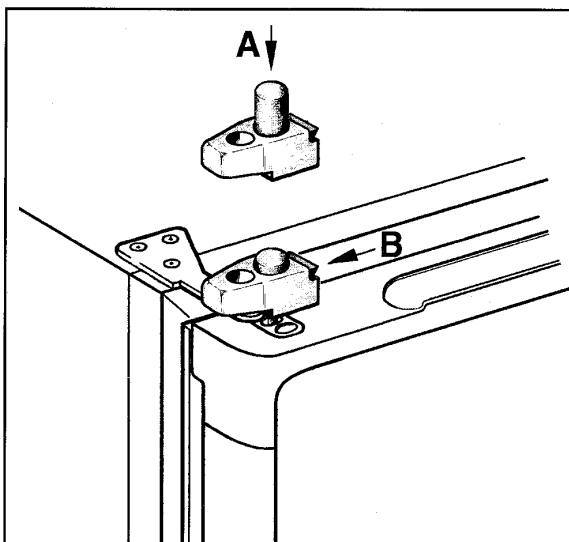

Fig. 1
- Tag ut plastpluggarna, som täcker hålen för färdspärren i dörren, och sätt dit dem på motsatt sida, fig. 1.